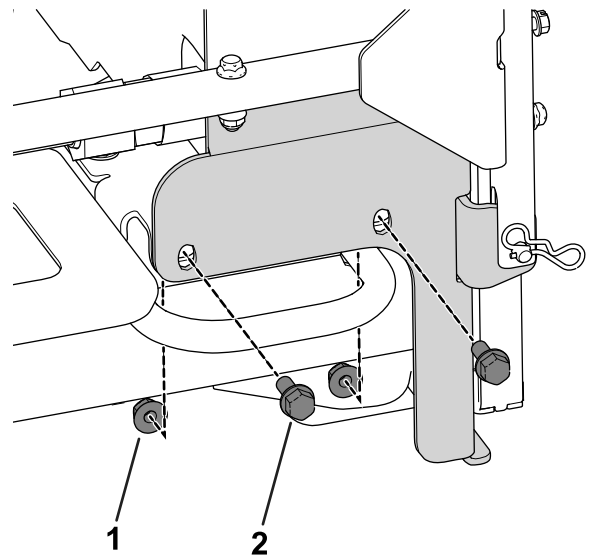

**Figur 6**
**Bemærk:** På ældre maskiner kan et chassisben frem foran kølerrammens fastgørelsesanordninger. Fjern først chassisbenet, hvorefter den nye chassisende tilfiles og overmales (Figur 6).